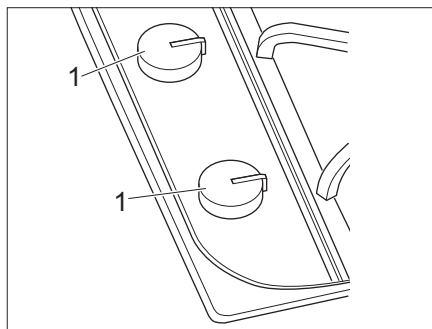

Bild 125 Reglage, knappar för gasspis
- Vrid vridregulatorn (Bild 125,1) till önskad låga till tändningsläge (stor låga).